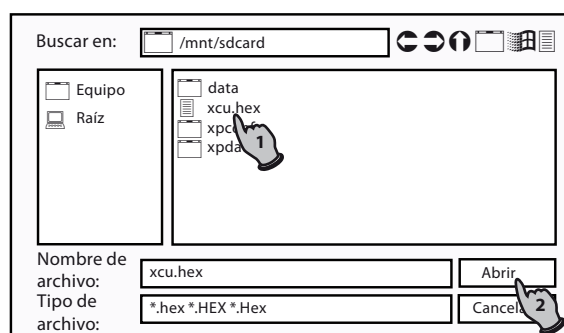

Figura 62: Cuadro de diálogo para abrir archivos
- » Se mostrará el cuadro de diálogo de abrir archivos (Figura 62).